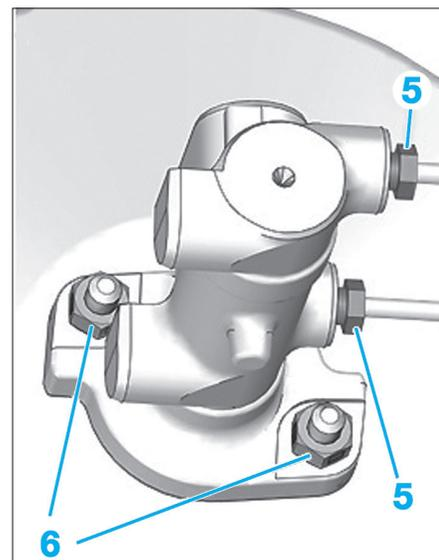

Fig. 17
- Désaccoupler les raccords hydrauliques (5) (Fig.17).
- les écrous de fixation (6) du maître-cylindre,